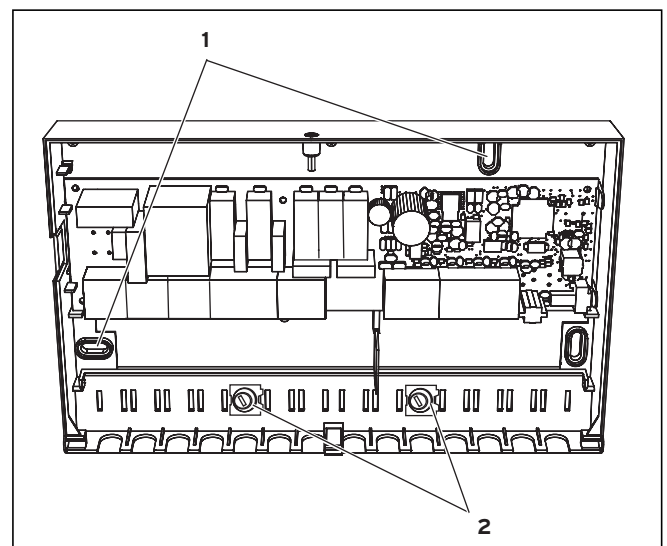

Fig. 5.2 Montaggio del modulo di miscelazione VR 61
- ⇒ Fissare tutte le linee del VR 61 con i sostegni per cavi forniti (vedere fig. 5.2).